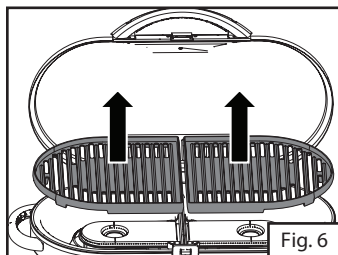
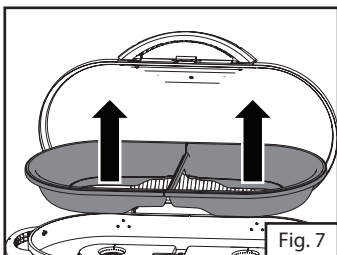

Fig. 6
Fig. 7
4. Retirer les plaques de cuisson et les surfaces de cuisson et les mettre de côté. (Fig. 6 et Fig. 7)